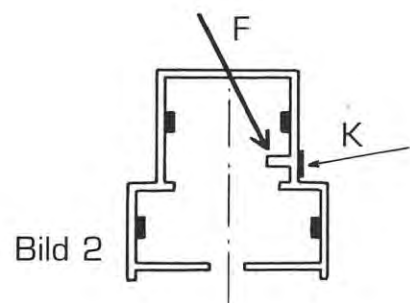

Bild 2
- Alle Stromschienenstücke gleichmäßig hinlegen, so daß der seitliche Farbstreifen außen sichtbar ist (K). Die Rippe F (Bild 2) verhindert eine falsche Einführung des Stromabnehmers.